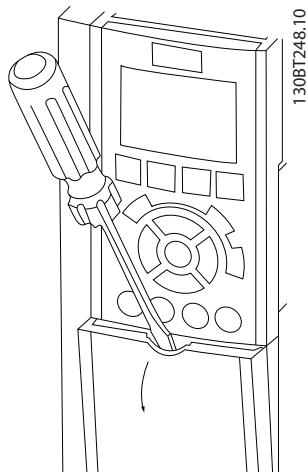
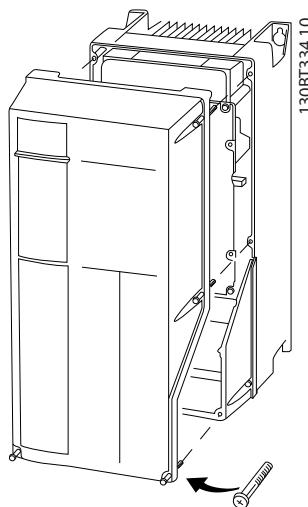

图 4.3 检修 IP20 和 IP21 机箱的接线
图 4.4 检修 IP55 和 IP66 机箱的接线
- 使用螺丝刀（请参阅 图 4.3）或拧松固定螺钉（请参阅 图 4.4）拆下盖板。